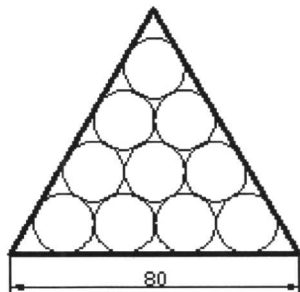

图 1-28
例:绘制如图 1-28 所示的图形,该图形只由一个尺寸 80 确定,按照数学思维,要想绘制该图形,须经过数学测算,得出内切圆的直径,然后再进行绘图,由这样的方法绘制得到的图再进行尺寸标注,得到正三角形的边长为 79.99,而非 80。
- (1) 先绘制一个形状如图 1-28 所示的图形。
①绘制一条长为 60 的水平直线。